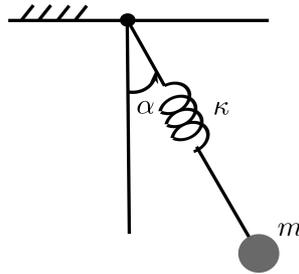

Figura 2 – Figura pêndulo com mola.
2. Uma mola com constante elástica κ e comprimento em repouso l_0 está presa em uma de suas extremidades ao teto. Em sua outra extremidade há uma massa m . Ver Figura 2. Assuma que durante o movimento a mola não se dobra.